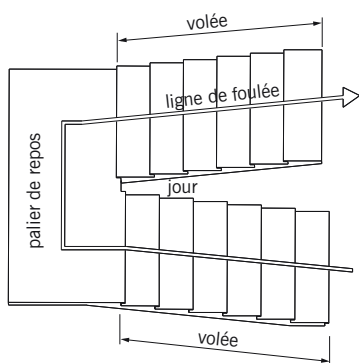

fig. 13.2
■ **La volée** (fig. 13.2) : ensemble des marches d'un escalier, compris entre deux paliers consécutifs.
■ **La ligne de foulée** (fig. 13.2) : ligne fictive figurant la trajectoire théorique suivie par une personne empruntant l'escalier.
■ **Le jour d'escalier** ou **lunette** (fig. 13.2) : espace central autour duquel l'escalier se développe.